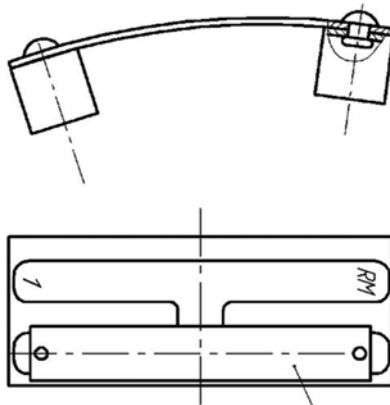

Рисунок 2
- Работать без пружины безопасности 1 рис. 2.